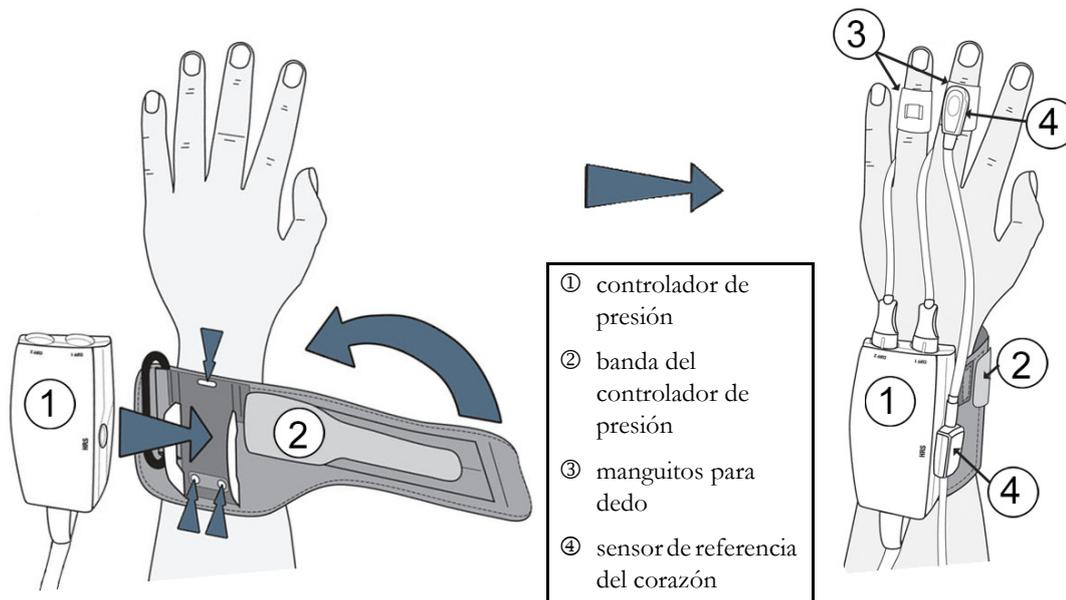

Figura 11-2 Aplicación del controlador de presión
El controlador de presión lo lleva puesto el paciente en la muñeca y se conecta al módulo ClearSight de HemoSphere, al HRS y a los manguitos para dedo. Consulte la figura 11-2.
- 1 Rodee la muñeca del paciente con la banda del controlador de presión. Para la monitorización en pacientes despiertos, es preferible utilizar la mano no dominante. (figura 11-2, izquierda)